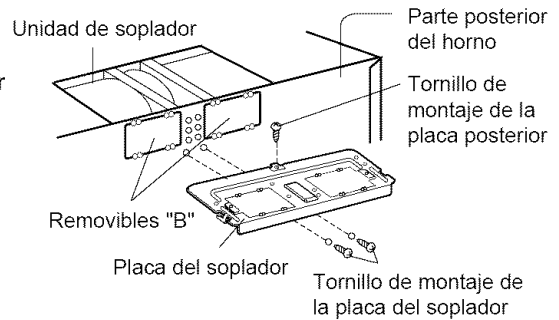

Figura 12
1. Retire dos tornillos de montaje de la unidad del ventilador y un tornillo de la placa del ventilador. Retire la placa del ventilador de la caja principal. Ver **Figura 12**.